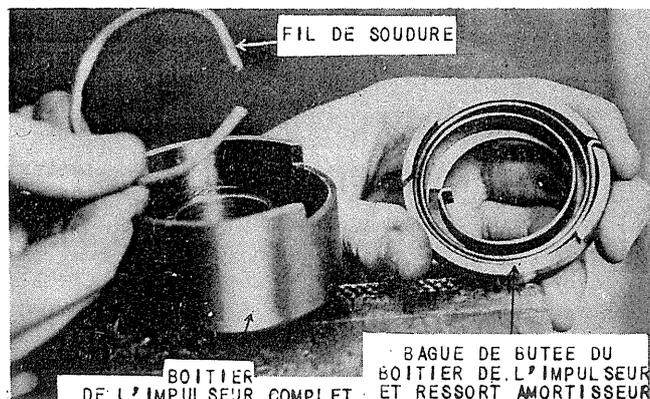

FIGURE 56 - DÉTERMINATION DU RECOUVREMENT DU RESSORT AMORTISSEUR.
c) Courbez un morceau de fil de fer ou de fil de soudure pour en faire un anneau, comme indiqué dans la figure 56 et placez-le à l'intérieur du boîtier de l'impulseur, pour empêcher le bossage "L" d'agripper la rainure "G", figure 53.
Enroulement et vérification de l'accouplement: à l'inverse de l'opération 7, enlevez l'anneau de fil de fer (figure 56) du boîtier de l'impulseur. Montez la bague de butée de ce dernier avec le ressort amortisseur (et au besoin avec le feutre) en faisant attention d'enrouler le ressort dans le sens inverse des aiguilles d'une montre avec l'outil SE-783 n° 3, jusqu'à ce que le bossage "L" agrippe la rainure "G" (figure 53). Procédez à l'inverse des opérations 6 et 5. Les crochets extérieurs du ressort amortisseur et du ressort d'entraînement doivent être engagés à fond dans leur fente de retenue, et les spires du ressort doivent être enfoncées régulièrement.